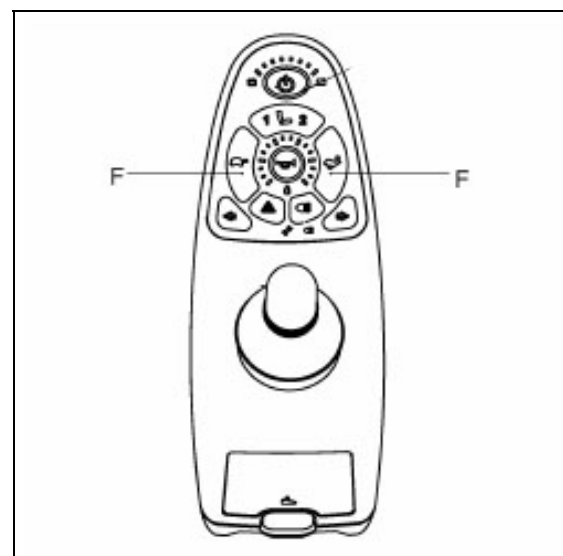

Bild 3.8
- Med hastighetsknapparna (F på bild 3.8) på 'Shark säte/ljus & aktuatorer-styrenheten.